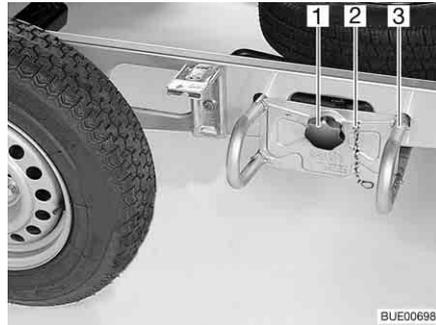

Bild 252 Ersatzrad-Halterung
- Die Sicherungskette (Bild 252,2) aushängen.
- Den Sterngriff (Bild 252,1) lösen und herausdrehen.
- Den Ersatzrad-Halter (Bild 252,3) ca. 10 cm weit herausziehen und am Boden ablegen.